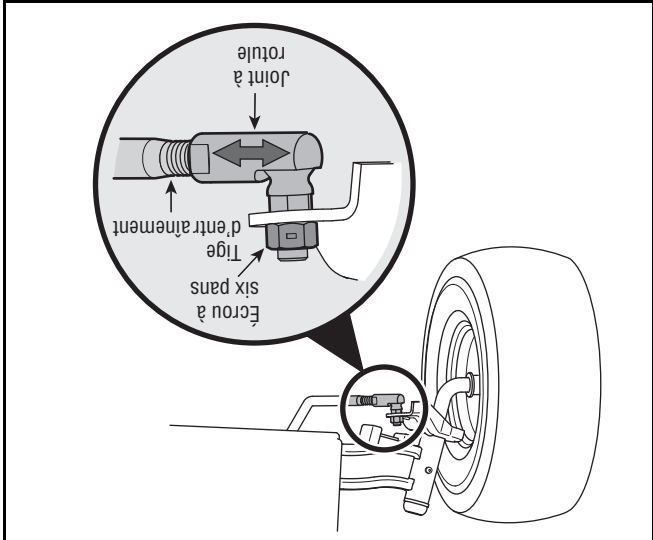

Figure 15
1. Enlevez l'écrou hex. sur le dessus du joint à rotule. Voir la Figure 15.